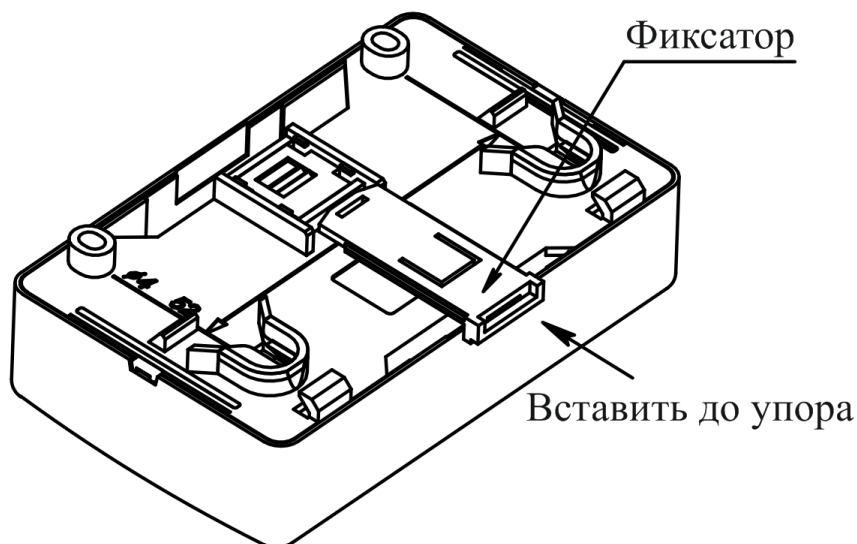

Рисунок 3
- б) при установке на DIN-рейку (рисунок 3):